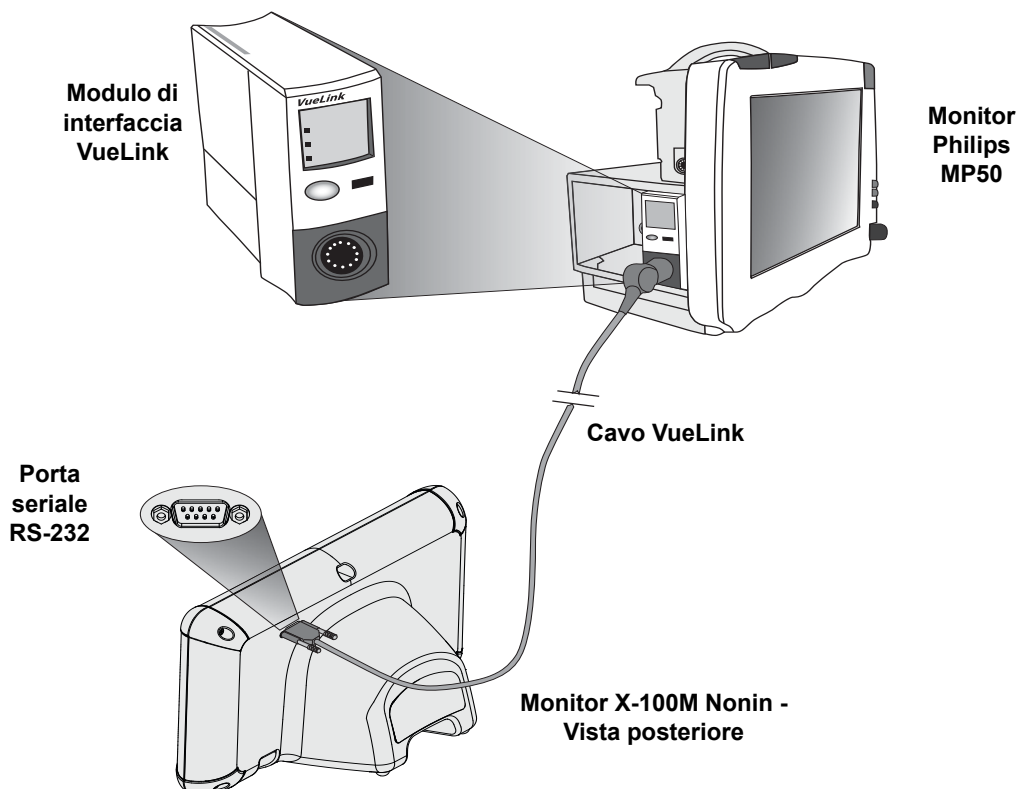

Figura 32. Connessione del modello X-100M al monitor Philips con VueLink
3. Collegare il cavo di connessione VueLink al modulo di interfaccia VueLink (figura 32).